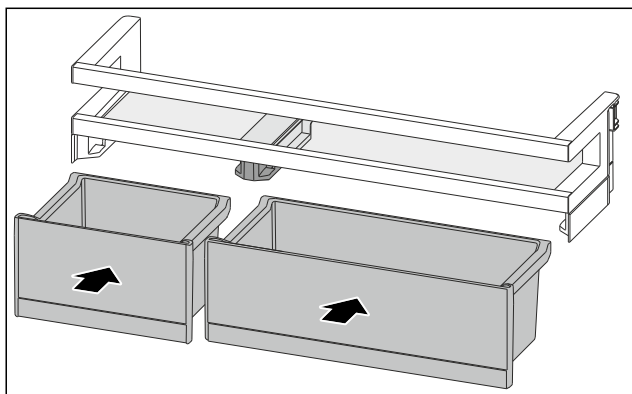

Fig. 119
- VarioBoxy vložte v opačném pořadí. (viz Fig. 119)